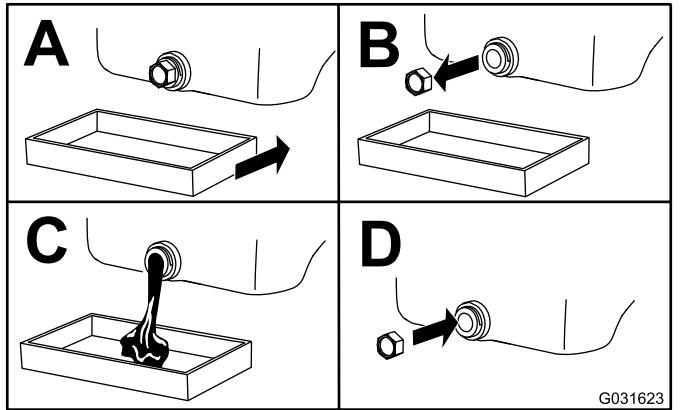

Figure 25
4. Vidangez l'huile comme montré à la Figure 25.